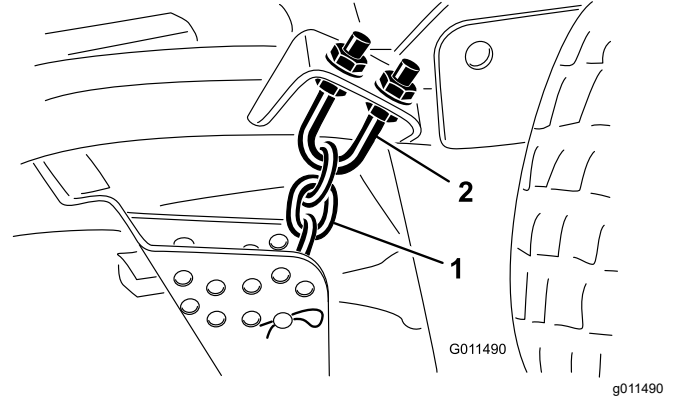

Figura 87
1. Afloje las contratuercas en la parte superior o inferior del perno en U de la cadena de altura de corte (Figura 87).